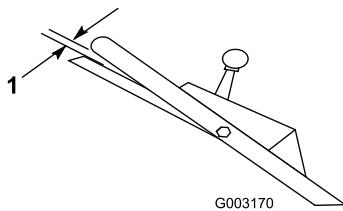

Figura 29
**Nota:** El ajuste es correcto cuando las ruedas traseras dejan de girar y la barra de control está a aproximadamente 2,5 cm (1 pulg.) del manillar (Figura 29).